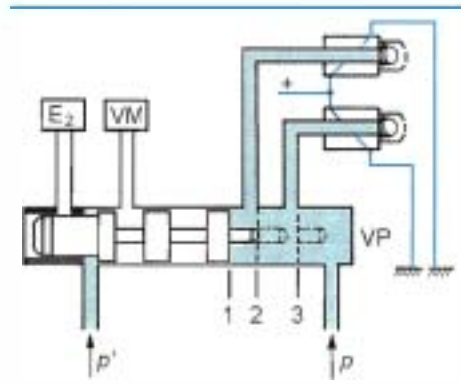

Figure 6.11 • La mise en fuite successive des deux électropilotes permet le passage de la deuxième et de la troisième vitesse.
Les électropilotes permettent de maintenir ou de diminuer la pression qui s'exerce à une des extrémités du tiroir de la **vanne de passage**, (VP) (figure 6.11). Les électropilotes agissent sur la vanne de passage en parallèle avec la **vanne manuelle** (VM).